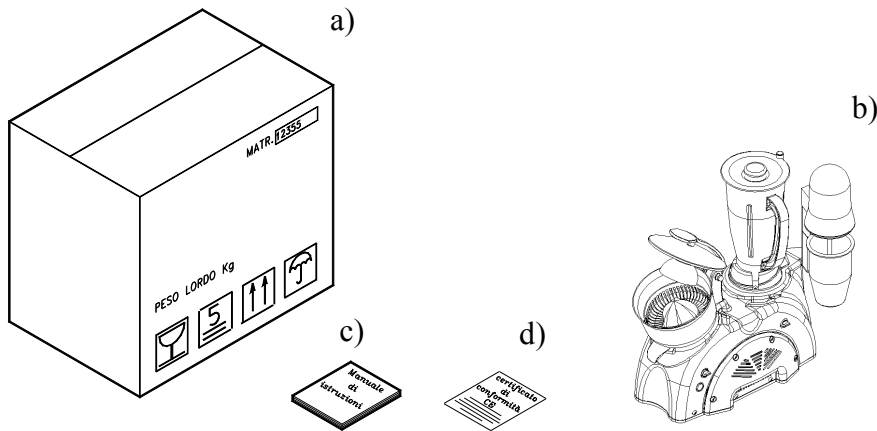

ABB. Nr.3 - Verpackungsbeschreibung
3.1 - VERSENDUNG DES GERÄTES (siehe ABB. Nr.3)